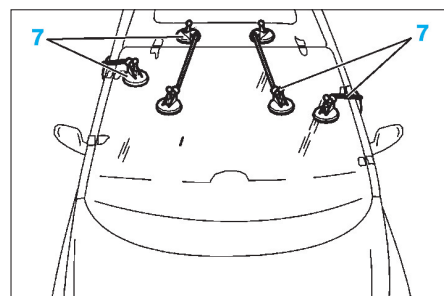

FIG. 79
• Exercer une pression constante à l'aide des ventouses à fils (7) (Fig.79).